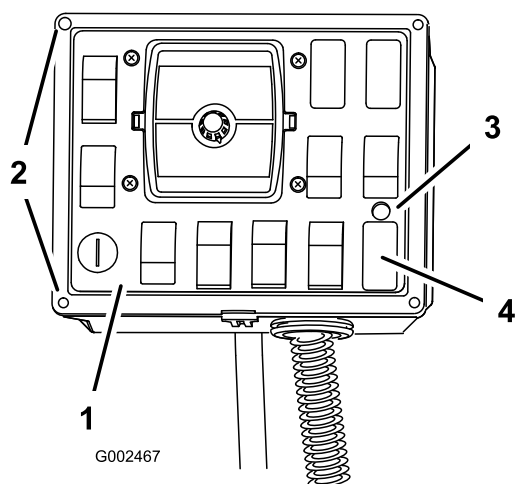

Figura 19
2. En la zona que está justo por encima del tapón del interruptor del Sonic Boom, perforo un taladro de 0,375 pulgadas de diámetro para alojar el testigo (Figura 19).
8. Instale la tapa del panel de control en la caja de control usando las fijaciones retiradas anteriormente (Figura 19).